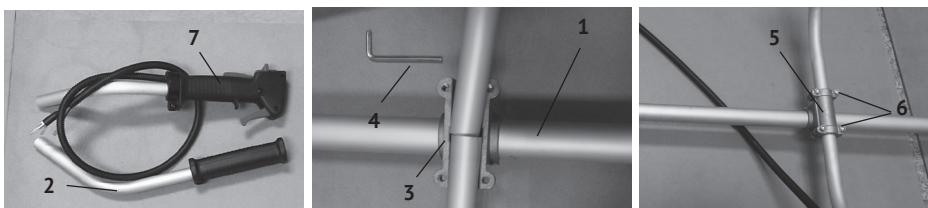

рис.3
- ослабив винты надвинуть основание муфты (рис.3 поз.3) на штангу (рис.3 поз.1);
- ослабив четыре винта (рис.3 поз.6) крышки муфты (рис.3 поз.5), вставить в муфту левую (рис.3 поз.2) и правую (рис.3 поз.7) рукоятки;